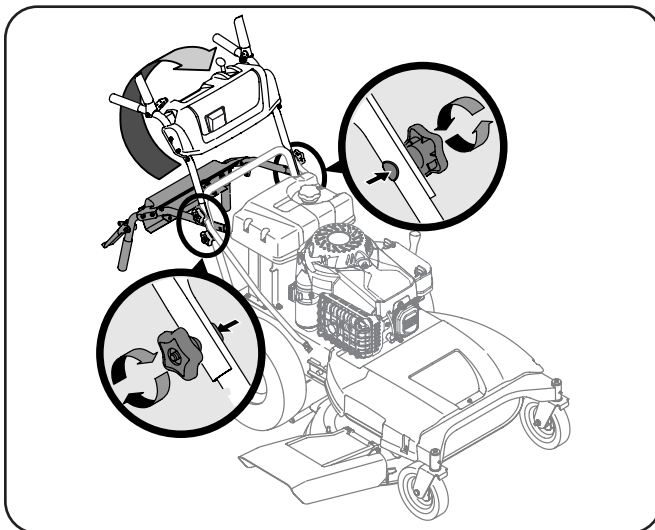

Figura 3-4
2. Gire la manija superior a la posición de funcionamiento. Tenga cuidado de no prensar los cables. Vea Figura 3-4.
4. Ajuste las perillas en estrella superiores e inferiores y los tornillos del carro para asegurar la manija superior a la inferior. Vea Figura 3-4.